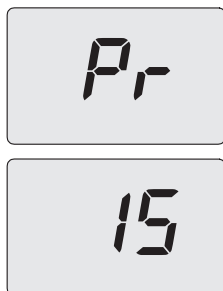

Figura 5.16
- Scorrere i vari parametri utilizzando i tasti 14 o 15 fino a far apparire sul display LCD le lettere **Pr** che si alternano al numero del parametro **15**, indicando l'entrata nel "parametro 15" (Figura 5.16).